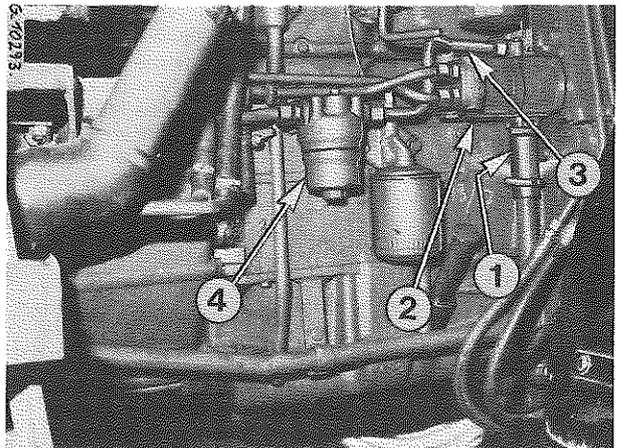

Figure 85
Otez la cuve du filtre à huile (4), Fig. 85 et jetez l'élément usagé. Nettoyez le corps du filtre et la cuve dans du combustible Diesel. Mettez en place un élément neuf en engageant vers le haut l'extrémité ouverte. Remettez la cuve avec un joint d'étanchéité et une entretoise neufs. L'élément, le joint et l'entretoise sont fournis ensemble et doivent toujours être remplacés ensemble.